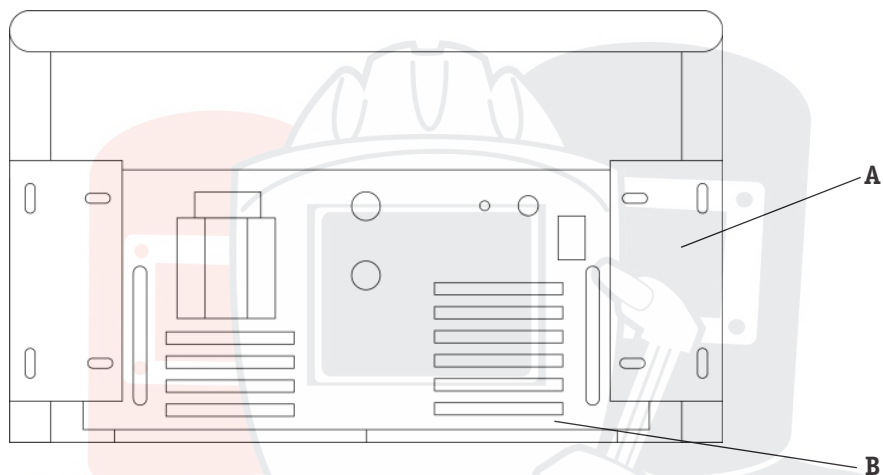

Рис. 6.13. Фиксация кулера для тележки ТУ-3.
4. Установите кулер 4 л на нижнюю полку тележки. Установите фиксирующие скобы, отрегулируйте скобы по высоте и закрутите болты (См. рис. 6.13).